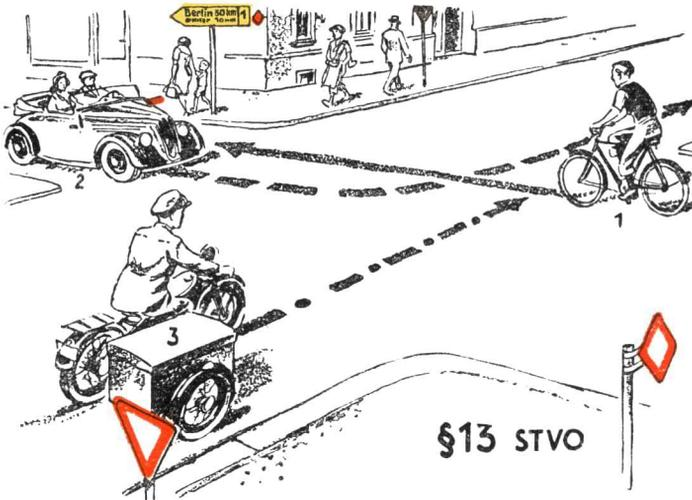

Bild 130. Der auf der Hauptstraße befindliche Radfahrer hat die Vorfahrt vor dem
4. Wer sich an Kreuzungen gleichrangiger Straßen in Gegenverkehr befindet und seine Fahrtrichtung ändert, muß die Vorfahrt der die Fahrtrichtung beibehaltenden Verkehrsteilnehmer, auch wenn sie sich durch Muskelkraft fortbewegen, beachten (s. Bild 130, 131).